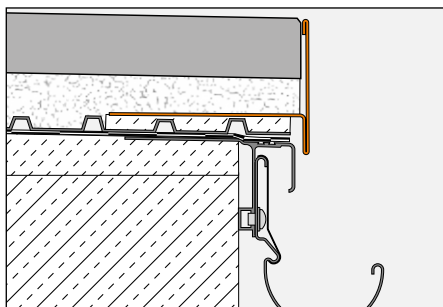

Fig. 1
Mise en œuvre de dalles autoportées sur plots de mortier ou sur lit de gravier ou de concassé (Fig. 1 à 3)
3.1 Lors de l'utilisation de Schlüter-BARA-RT comme retenue de gravier (fig. 1), la couche de gravier sera tirée en fonction de l'épaisseur du revêtement sous l'arête supérieure de l'aillette verticale du profilé. Les dalles de béton seront ensuite simplement posées sur la couche de gravier égalisée.